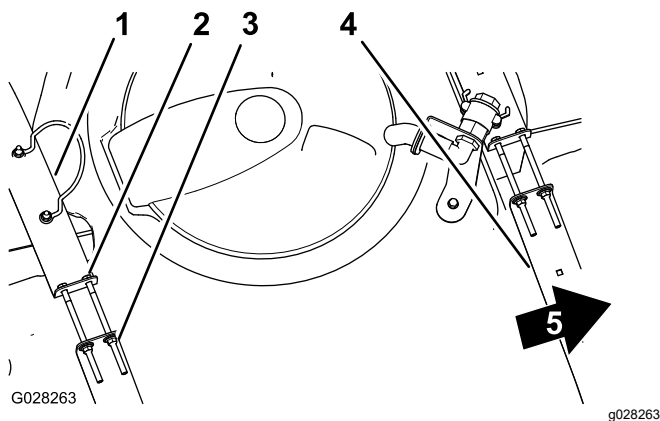

Figure 19
que ces dernières soient parfaitement en appui sur la surface de la cuve (Figure 19).
2. Vérifiez qu'il n'y a aucun jeu entre les sangles et la cuve (Figure 19).